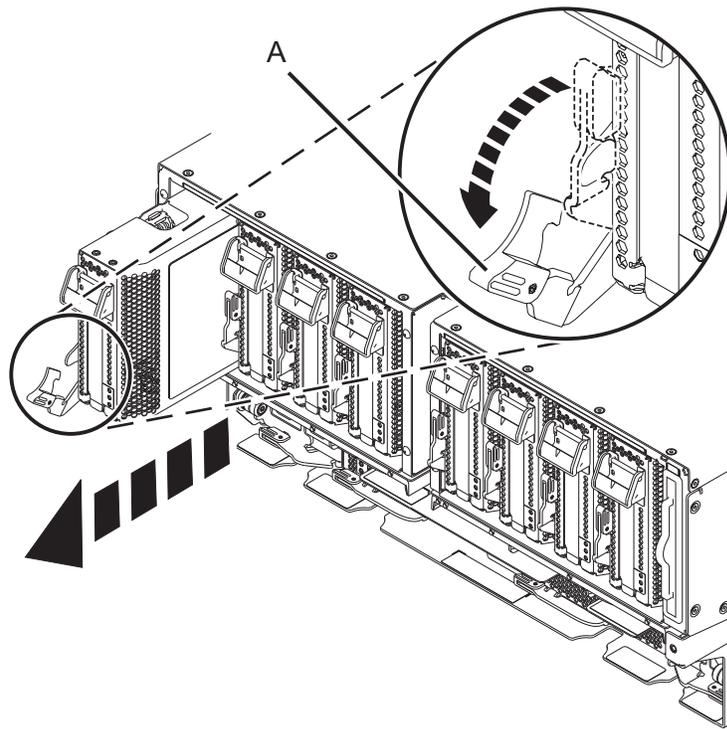

図 26. システムからの PCIe アダプター・カセットの取り外し
- b. 赤褐色のカセット・ハンドル (A) を、図 26 に示されている方向に回転させ、ハンドル (A) を押し下げて、スロットのコネクターからカセットを外します。